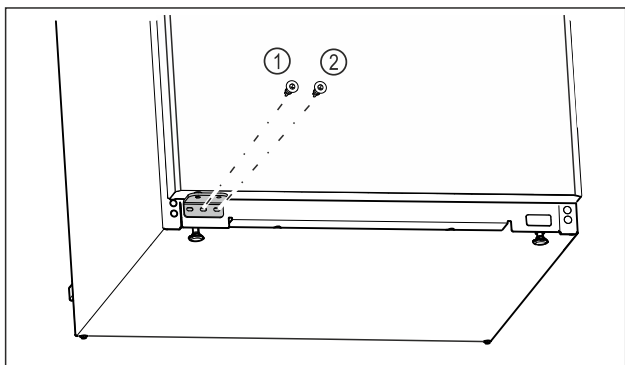

Fig. 18
- ▶ Draai de middelste schroef van de lagersteun Fig. 18 (1) vast met een Torx 20-schroevendraaier.
- ▶ Draai de binnenste schroef van de lagersteun Fig. 18 (2) vast met een Torx 20-schroevendraaier.